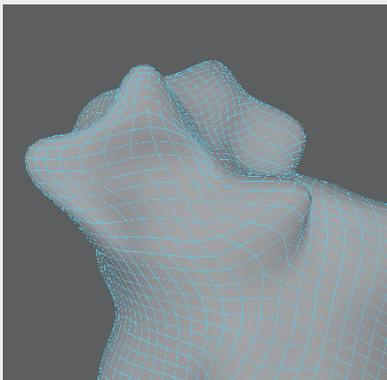

图3-52
**步骤8:** 在不同的位置框选锚点并调整结构，结合位移操作调整出大致的形状，此时减小软选择的“体积”值，进行细节的刻画，如图3-52所示。